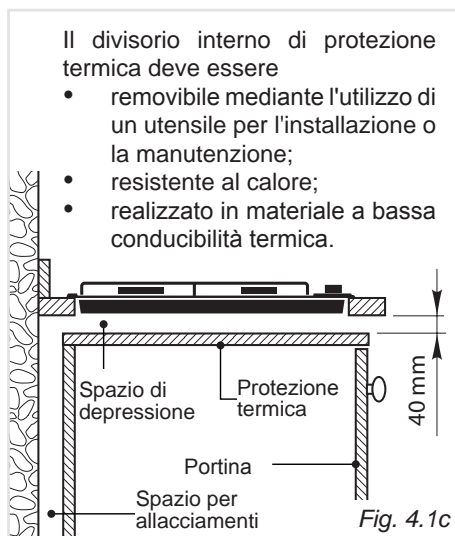

Fig. 4.1c
- Nel caso in cui il piano cottura venga installato direttamente sopra ad un forno (sprovvisto di ventilatore di raffreddamento), un divisorio interno di protezione termica deve essere installato sotto la base del piano cottura come indicato in fig. 4.1c.
- Nel caso in cui il piano cottura venga installato direttamente sopra ad un forno (sprovvisto di ventilatore di raffreddamento), oppure se la base del piano è accessibile attraverso il mobile d'incasso o un cassetto dopo l'installazione, un divisorio interno di protezione termica deve essere installato sotto la base del piano cottura come indicato in fig. 4.1c.
- Se la base del piano cottura è accessibile attraverso il mobile d'incasso o un cassetto dopo l'installazione, un divisorio interno di protezione termica deve essere installato sotto la base del piano cottura come indicato in fig. 4.1c.